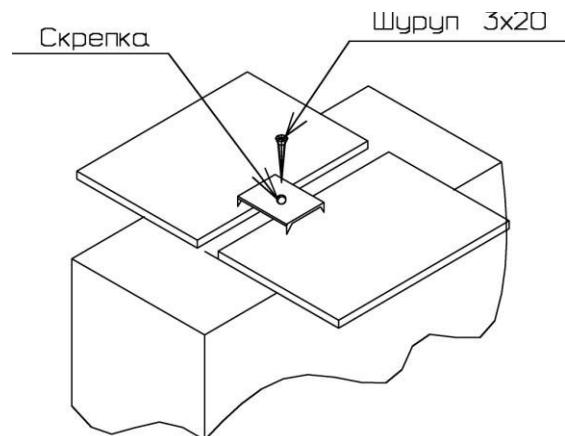
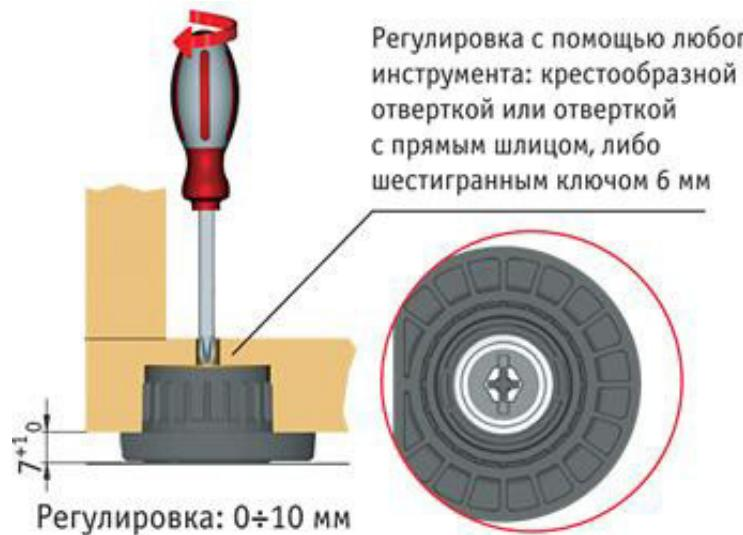

Рис. 2
Рис. 5
1. Присоединить к перегородке (21) горизонтальные щиты (22) так, чтобы дюбели и шканты вошли в предназначенные для них отверстия. Присоединить планку верхнюю переднюю (23) и заднюю (24) к перегородке (21) с помощью конфирмат-винтов. К получившейся конструкции с правой и левой стороны присоединить боковые стенки (3) и (4) с помощью эксцентриковых стяжек. К боковым стенкам (3), (4) и перегородке (21) присоединить нижний щит (19) с помощью эксцентриковых стяжек и конфирмат-винтов. Установить задние стенки так, чтобы они вошли в пазы боковых стенок и нижнего щита. Присоединить верхний щит (20) таким образом, чтобы дюбели и шканты вошли в отверстия боковых стенок (3), (4), задние стенки при этом должны войти в паз верхнего щита. Затянуть эксцентрики, повернув их на 180 градусов (см. схему сборки).
2. Собранный корпус проверить на прямоугольность, сравнивая диагонали (их длины должны быть равны). Закрепить задние стенки в месте стыка на перегородке с помощью шурупов 3x20мм и скрепок (рис.2 и рис.6). Установить мебельные уголки, закрепив их комплектными шурупами (рис.3 и рис.6).
3. Закрепить планку верхнюю переднюю (23) к верхнему щиту (20) саморезами 3,5x25мм.
6. Регулировка высоты опор осуществляется через отверстия в нижнем щите любым из трех инструментов: отвертка шлиц/крест или шестигранный ключ 6мм (рис.5).